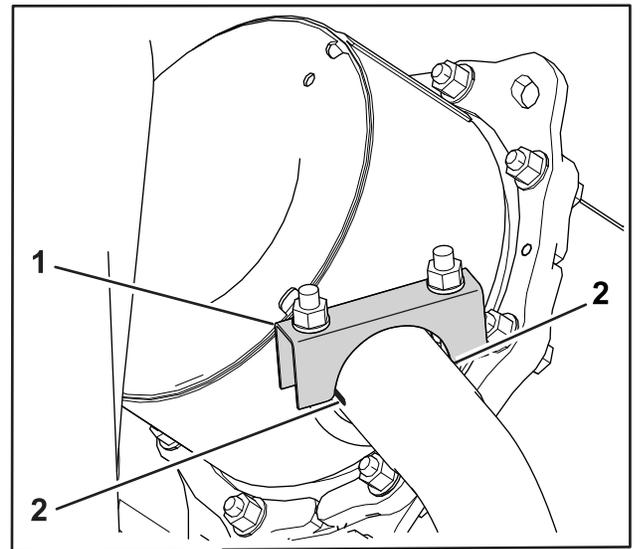

Bild 4
7. Richten Sie die Klemme bündig mit dem Ende des Auspuffrohrs aus und drehen Sie diese wie in Bild 4 dargestellt.
Hinweis: Stellen Sie sicher, dass die Klemmfläche parallel zu den Schlitzen im Rohr ist (Bild 4).